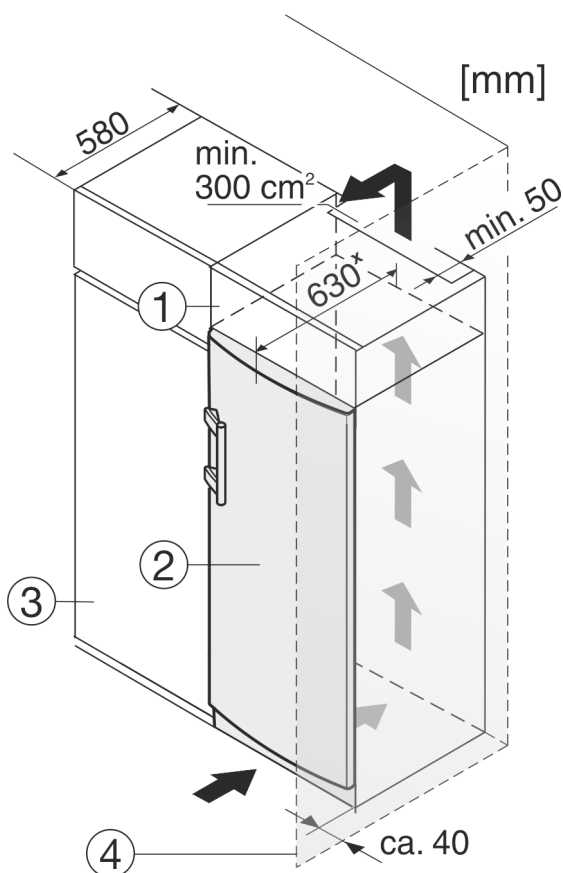

Fig. 10
- (1) Szafka nakładana
- (2) Urządzenie
- (3) Szafka kuchenna
- (4) Ściana
Urządzenie może zostać obudowane szafkami kuchennymi. Aby dopasować urządzenie Fig. 10 (2) do wysokości ciągu szafek kuchennych, można nad urządzeniem umieścić szafkę nasadzaną Fig. 10 (1).
W przypadku obudowania szafkami kuchennymi (głębokość maks. 580 mm) urządzenie można ustawić bezpośrednio obok szafki kuchennej Fig. 10 (3). Urządzenie wystaje z boku o 34 mm * i na środku urządzenia o 50 mm * w stosunku do szafek frontów kuchennych.
Jeżeli urządzenie będzie ustawiane z zawiasami do ściany Fig. 10 (4), to pomiędzy urządzeniem i ścianą należy zachować minimalny odstęp, wynoszący 40 mm. Na taką odległość wystaje klamka przy otwartych drzwiach.